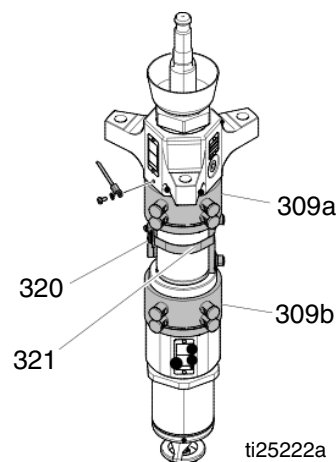

ABB. 29
5. Am ADM das System-Heizelement (D) ausschalten.
13. Den Luftmotor fest an der Verbindungsstange anbinden. Dazu ein Kabel durch den Hebering des Luftmotors und um die Verbindungsstange legen. Siehe ABB. 29, Seite 53.
14. Die Bügelschrauben (X) von den Platten-Hebestangen lösen.
15. Die Muttern (F) von den beheizten Pumpen-/Luftmotor-Abstandsstangen am Pumpenende entfernen.
16. Die Muttern (Z) und Schrauben entfernen, mit denen der Kabeltrakt an der Luftmotor-Halteplatte befestigt ist.
18. Die Muttern (N) von den Folgeplatten-Hebestangen entfernen.
19. Die Pumpenstangenverbindung zur Luftmotorstange (G) vollständig lösen.